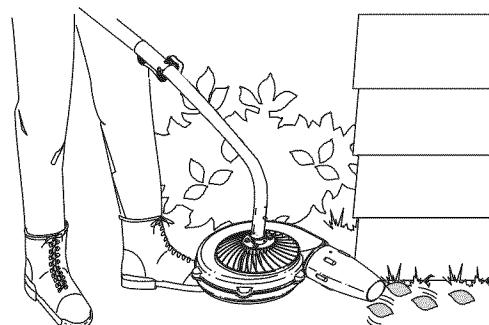

Fig. 8
- Use la boquilla concentradora para áreas difíciles de alcanzar, como esquinas en un garaje, o para controlar el polvo en un ambiente cargado de polvo (Fig. 8).